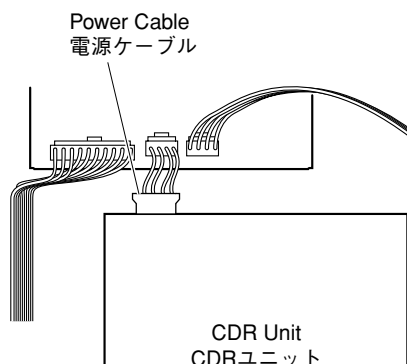

Fig. 6
- a. Disconnect the power cable from the CDR unit. (Fig. 6)
- a. CDRユニットから電源ケーブルを外します。(Fig. 6)
- Connect the power cable to the CDR unit. (Fig. 6)
- CDRユニットに電源ケーブルを接続します。(Fig. 6)